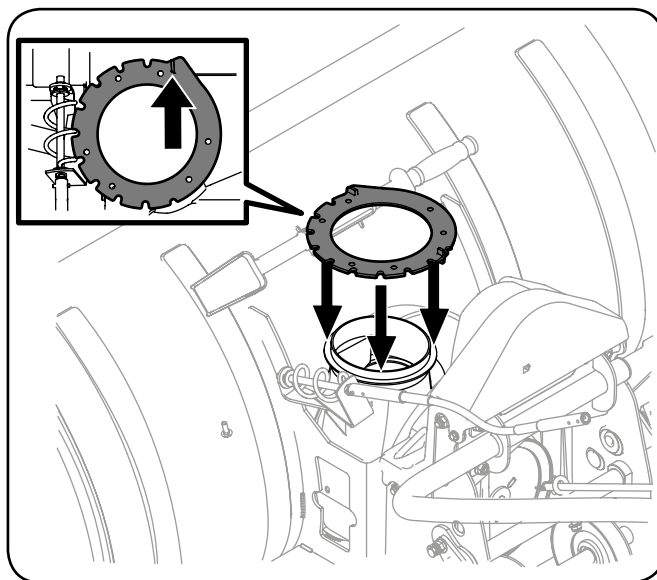

Рисунок 3-16
2. Установите сверху на адаптер для желоба корпуса шнека кольцо желоба, как показано на рис. 3-16.